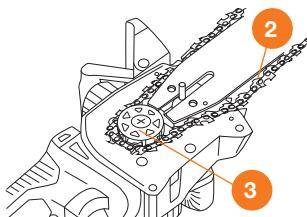

Рис. 4
- Открутите ручку фиксации против часовой стрелки и снимите боковую крышку (Рис. 4).